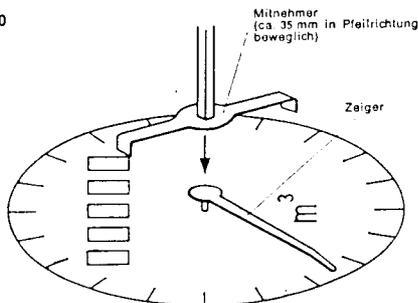

Bild 7
5.2. Das Rechenwerk ist genau **senkrecht auf den Wasserzähler aufzusetzen**; dabei darauf zu achten, daß die **Mitnehmer** nicht auf dem Zeiger aufsitzen. Sichtbar durch die glasklaren Abdeckungen des Rechenwerkes (siehe Bild 7). Der Wasserzähleranzeiger treibt das Rechenwerk von oben gesehen im Uhrzeigersinn an.